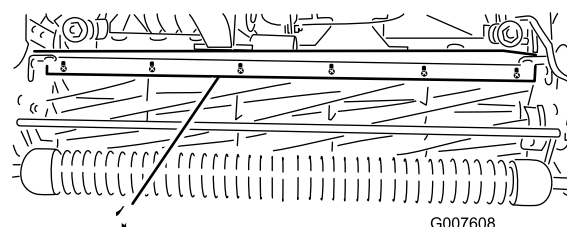

Figura 46
1. Allentate le viti che fissano la barra superiore (Figura 46) all'apparato di taglio.